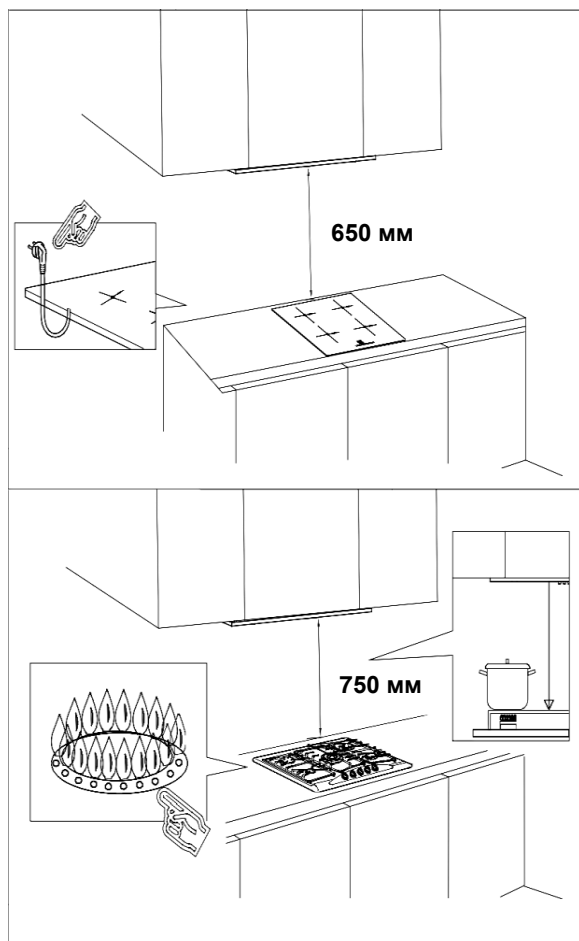

Рисунок 3
2. Рекомендуемая высота установки: 65-75 см над варочной поверхностью для наибольшей эффективности прибора (см. рисунок 3)